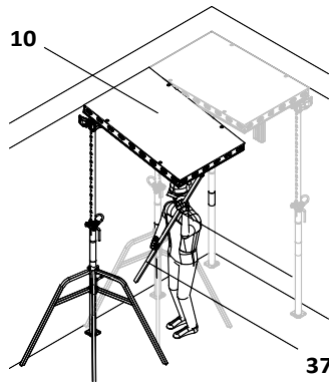

Fig. D2.06
- Осигурете всеки трети елемент с държача DUO 82 (26)!
1. Издигнете останалите елементи DP (10) по същия начин. (Fig. D2.06)